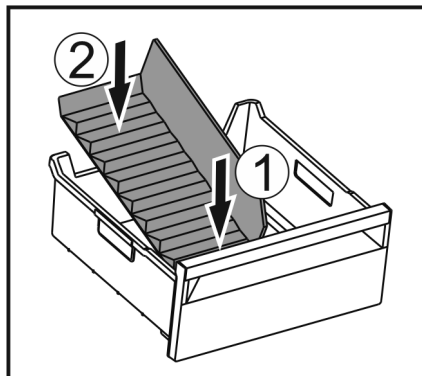

Fig. 146
- ▶ Установите переднюю часть разделителя отделения для льда. Fig. 146 (1)
- ▶ Опустите заднюю часть разделителя отделения для льда на дно выдвижного ящика. Fig. 146 (2)